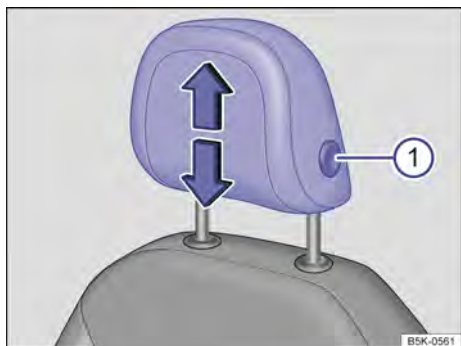

Fig. 70 Apoyacabezas delantero: desinstalar.
- Retirar el apoyacabezas con el botón → fig. 70 ① presionado.
- Empujar hacia abajo totalmente el apoyacabezas con el botón → fig. 70 ① presionado.